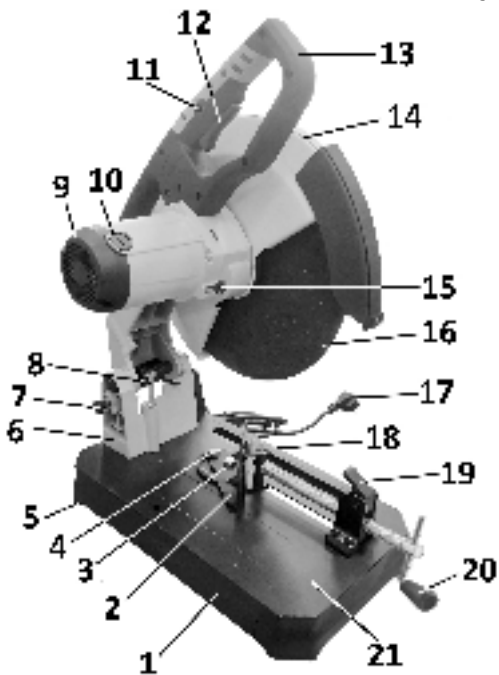

Рис. 2
**ВНИМАНИЕ:** Запрещается резко отпускать рабочую ручку (13). При полностью опущенной ручке (13) отрезной диск (16) не должен касаться стенок прорези рабочего стола (21) или поверхности опорной поверхности машины (верстака и т.д.), Рис. 2, 3.
#### 11.1. Снятие отрезного круга (диска) (Рис. 2, 3, 6)
11.1.1. Переведите подвижный защитный кожух (25) в крайнее верхнее положение так чтобы освободить доступ к креплению отрезного диска (16). Нажмите и удерживайте блокиратор (15), Рис.2, проводя отрезной диск (16) до его блокирования.
### 12. ТЕХНИЧЕСКОЕ ОБСЛУЖИВАНИЕ (Рис. 2, 3)
Заменяйте угольные щетки, когда они изношены до 4,8 мм их длины. Щетки необходимо менять парами. Замену щеток для безопасной и надежной работы машины должен производить специалист. Для осмотра и замены щеток необходимо на двух противоположных сторонах электродвигателя (9) выкрутить две крышки щёткодержателя (10), извлечь щётки и при необходимости заменить, Рис. 2. Щетки необходимо менять парами (см. комплектность).
### 13. РЕКОМЕНДУЕМЫЕ ОТРЕЗНЫЕ КРУГИ (ДИСКИ) (Рис. 2, 3)
## 7. УСТРОЙСТВО (Рис. 2, 3)
**Регулировка угла резания заготовки (Рис. 2, 3).** Отключите машину, отсоедините вилку шнура питания от розетки электросети, ослабьте два установочных болта (3,4) поворотных губках тисков (2). Совместите отметку на рабочем столе (21) с выбранным показанием шкалы на поворотных губках (2) тисков (12). Закрепите губки тисков (2), надёжно закрутив болты (3,4). Проверьте, и при необходимости отрегулируйте и зафиксируйте положение упорного болта (8) ограничивающего опускание отрезного круга (16).
## 10. ОСНОВНЫЕ ОПЕРАЦИИ (Рис. 2, 3)
10.2. Как показано на Рис. 2 и 3, откиньте полугайку (19), переместите ходовой винт (24) в положение, достаточное для установки заготовки. Установите заготовку, опустите полугайку (19). Вращая до определённого усилия ходовой винт (24) за ручку (20), надёжно закрепите заготовку. При использовании длинных заготовок обеспечьте надёжную фиксированную опору по всей длине заготовки.